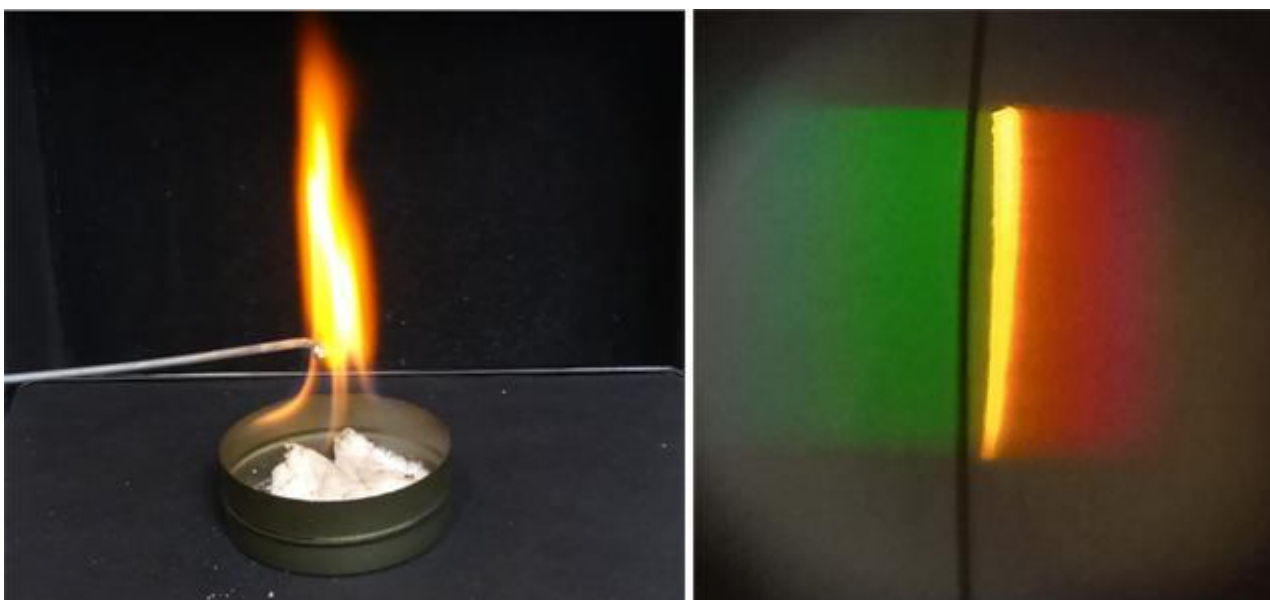

Рис. 8
6. Кінчик дротяної петлі трохи змочить водою, опустить в кухонну сіль і внести в полум'я. Спостерігайте забарвлення полум'я в жовтий колір і появу яскравої жовтої лінії в спектрі випромінювання (рисунок 8).